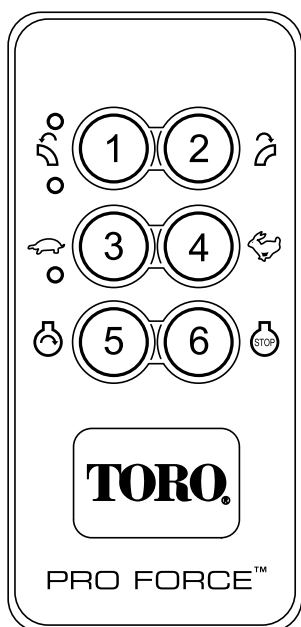

Figure 14
4. Le démarrage du moteur n'est possible qu'en appuyant sur la touche de démarrage quand l'état d'activation de démarrage du moteur est actif. L'état d'activation de démarrage ne devient actif que lorsque la séquence d'activation de démarrage du moteur a été exécutée (Figure 14).